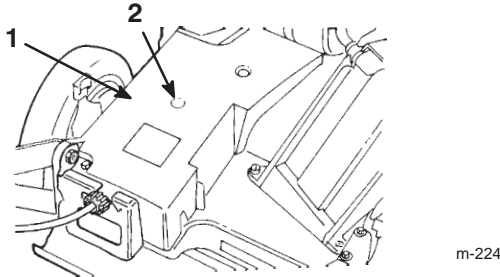

Bild 37
2. Führen Sie die Fettpresse durch die Öffnung in der Riemenabdeckung an den Schmiernippel (Bild 37).